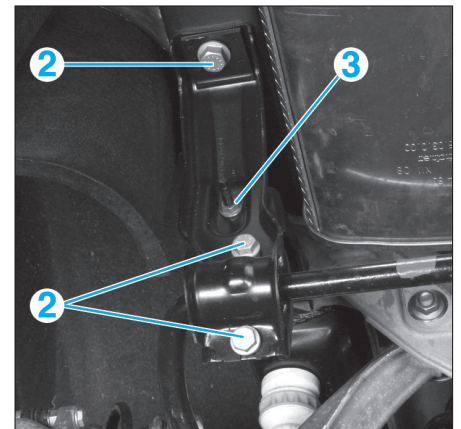

Fig. 52
- les vis (2) et l'écrou (3) de fixation des paliers de barre stabilisatrice (Fig.52),